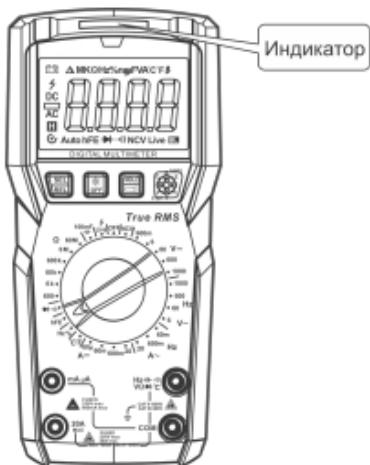

Рис. 12. Проверка транзистора
7.9. Проверка транзистора (см. рис. 12)